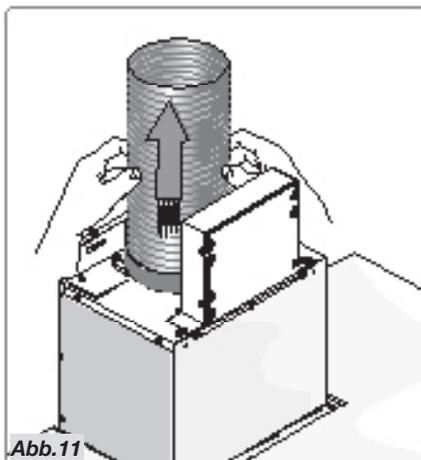

Abb.11
- Verbinden Sie den Flansch mit einem flexiblen Rohr an der Luftabzugsöffnung (Abb.11).